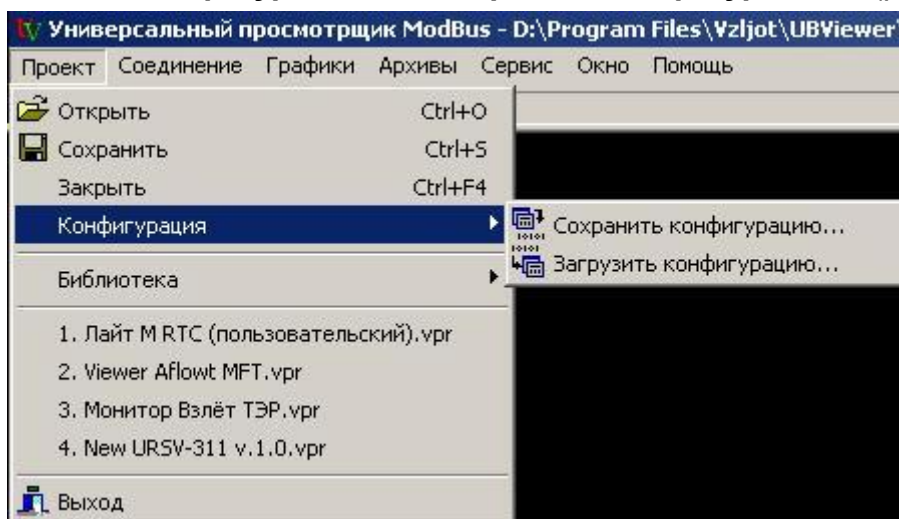
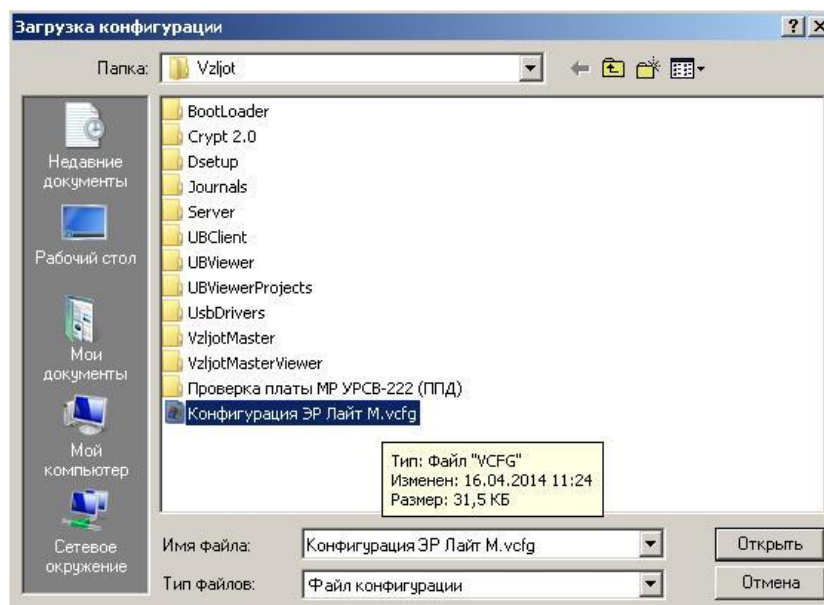

Рис.20. Окно «Универсальный просмотрщик»
Рис.23. Окно «Загрузка конфигурации»
- в программе «Универсальный просмотрщик» выбрать пункт «Проект» / «Конфигурация» / «Сохранить конфигурацию» (рис.20):
- в программе «Универсальный просмотрщик» (рис.20) выбрать пункт «Проект» / «Конфигурация» / «Загрузить конфигурацию» и выбрать файл конфигурации для загрузки (рис.23):